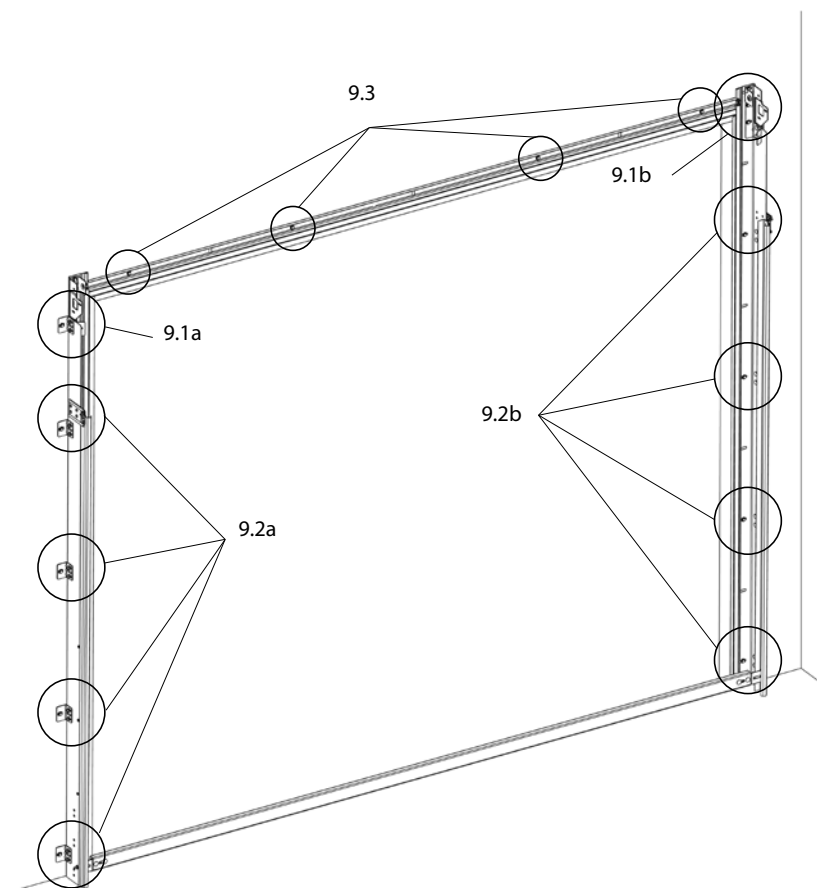

Fig. 9.
- 4) Skru rammen fast til væggen (fig.9)